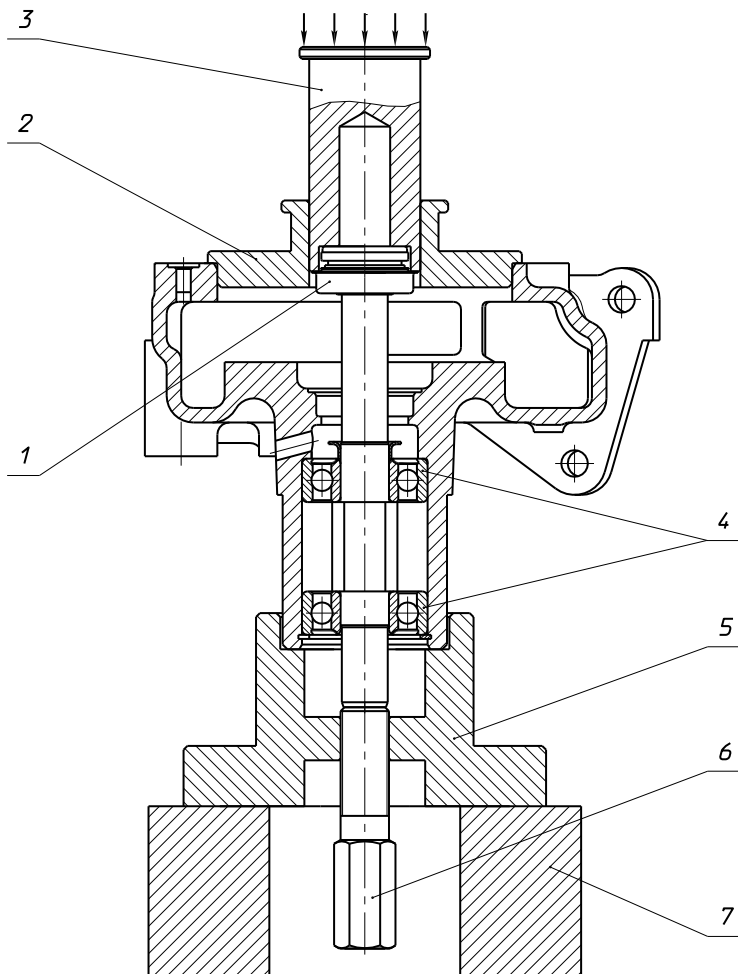

Рис.17. Установка торцевого уплотнения "КАСО"
1. Установить корпус насоса в сборе с валом и подшипниками через специальную проставку 5 вертикально на жесткую опору 7, которая имеет внутреннее отверстие для размещения установочного винта 6 (см. рисунок 17).
На рисунках 18 - 21 приводятся эскизы для изготовления деталей приспособления по сборке водяного насоса при установке уплотнения «КАСО» (см. рисунок 17). Материал деталей – сталь.